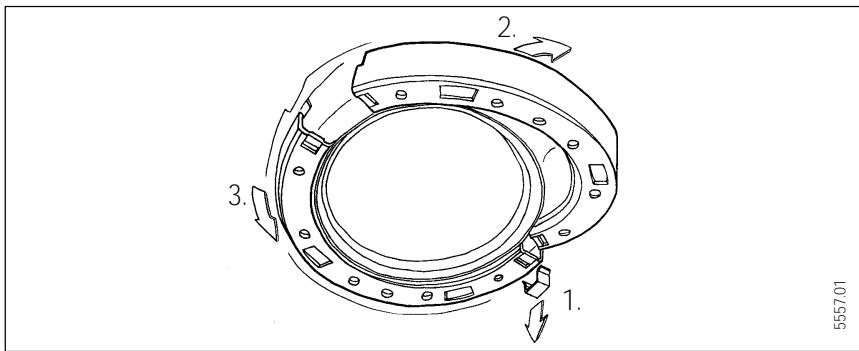

Abb. 17/Fig. 17/Afb. 17
- Flanschring austauschen siehe Abb. 17.
- Change the flange ring, Fig. 17.
- remplacer la bague de bride voir fig. 17.
- Flensring vervangen, zie afb. 17.